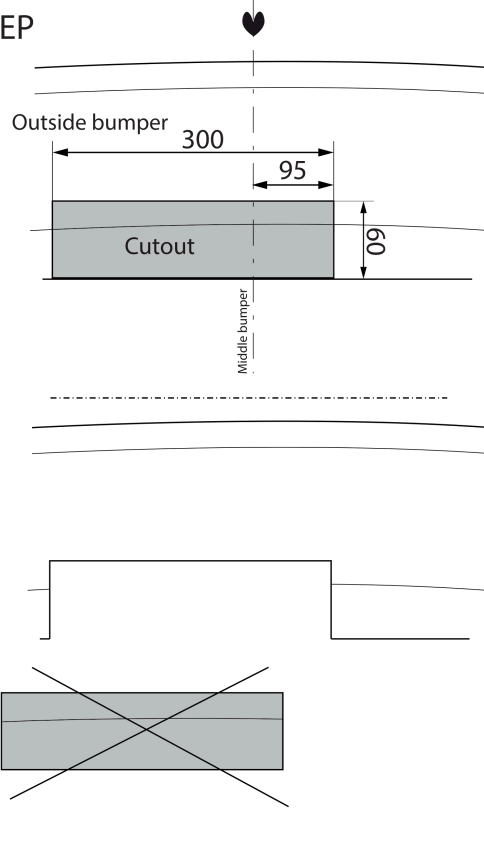

Fig. 5
13. Выпилить часть из бампера в середине снизу, как указано на рис. 5,6 & 7.